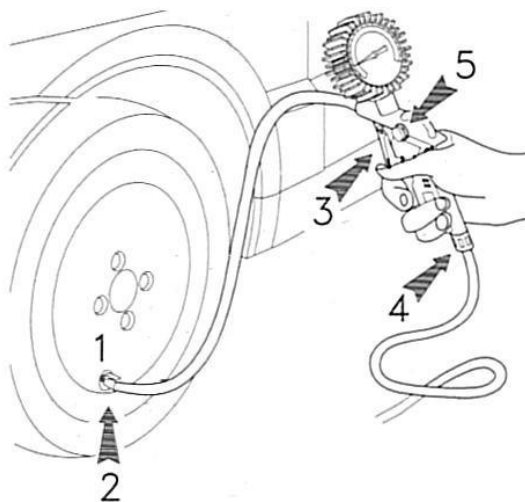

Рис. 7 Использование пистолета для подкачки шин
Подсоедините воздушный шланг к пистолету (4, см. рис.7). Для того, чтобы накачать шину или проверить давление установите наконечник шланга (1) в клапан колеса и нажмите рычаг (2), который расположен на конце шланга (1). Проверьте показания давления по манометру. Для того, чтобы накачать шину нажмите рычаг (3), и проконтролируйте давление сжатого воздуха . Повторите эту операцию несколько раз, чтобы достичь требуемого давления. Для того, чтобы спустить воздух и понизить давление ,отпустите рычаг (3) и нажмите кнопку (5) большим пальцем.